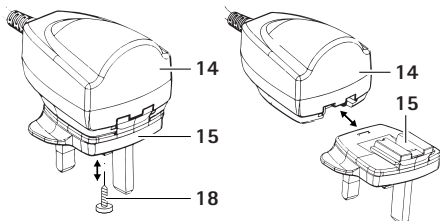

Fig. 3
- Svitare la vite di fissaggio **18** nell'adattatore **15**, vedere Fig. 3.
- Infilare l'adattatore **15** sull'alimentatore di rete **14** finché il bloccaggio **16** scatta in posizione, vedere Fig. 3.